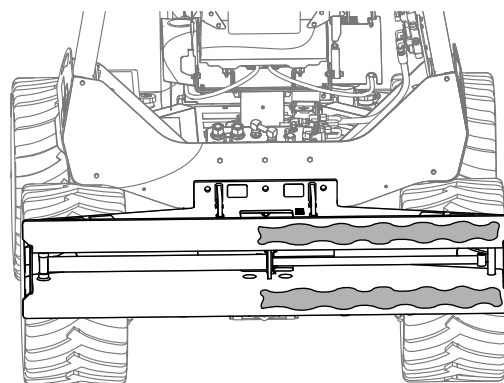

Figura 2
5. Espalhe um pouco de graxa no lado direito da estrutura do implemento, conforme mostrado na Figura 2.
14. Introduza 4 parafusos ($\frac{3}{4}$ " x $3\frac{1}{2}$ ") e 4 arruelas na valetadeira e no suporte do acessório de deslocamento, fixando com 4 arruelas e 4 porcas autotravantes (Caixa B da Figura 2).